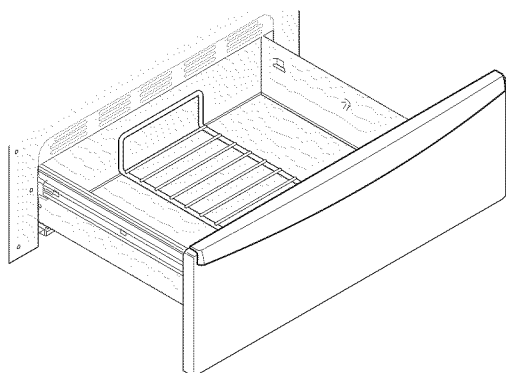

Fig. 2
- **À plat sur le fond** (fig. 2) pour permettre de disposer sur la grille des aliments de moindre poids et de la vaisselle vide (par exemple, assiettes à dîner, petits pains ou pâtisseries).